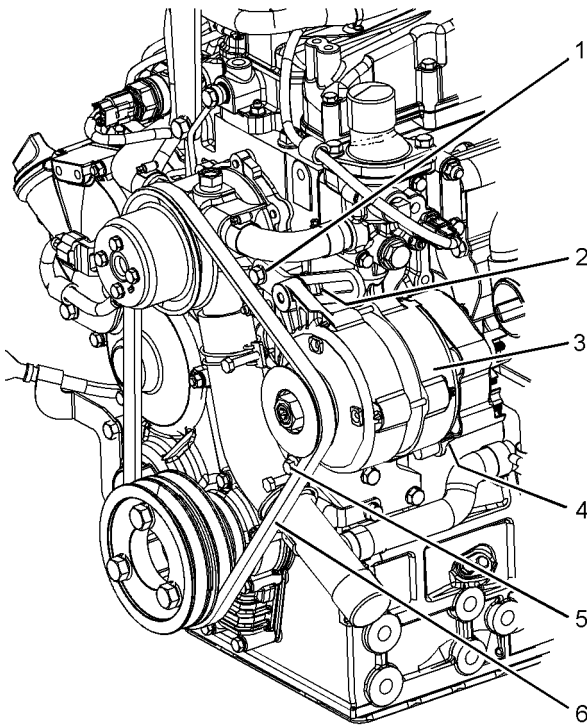

Abbildung 41
1. Den Drehstromgenerator-Riemen (6) am Drehstromgenerator (3), an der Wasserpumpen-Riemenscheibe und an der Kurbelwellenriemenscheibe positionieren. Sicherstellen, dass der Drehstromgenerator-Riemen richtig an der Drehstromgenerator-Riemenscheibe, der Wasserpumpen-Riemenscheibe und der Kurbelwellenriemenscheibe positioniert ist (siehe Abbildung 41).
2. Den Drehstromgenerator (3) vom Motor weg schieben, um den Riemen (6) auf die richtige Spannung einzustellen.